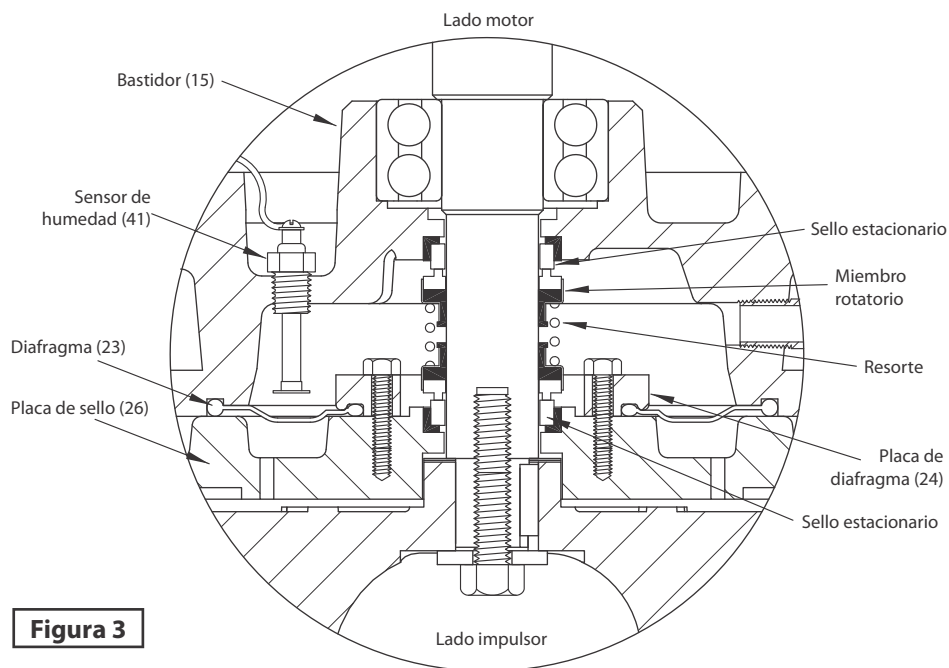

Figura 3
Sello/Diafragma - (Vea la figura 3). Limpie las cavidades en el bastidor (15) y la placa de sello (26). Humedezca ligeramente la superficie interna y externa del sello mecánico (19) con un poco de agua (**no use grasa o aceite**). Presione firmemente el miembro estacionario en el bastidor (15) y en la placa de sello (26). Teniendo cuidado de no dañar la cara del sello.